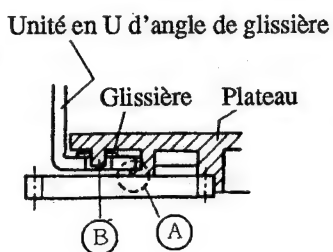

Figure 13
5. Installer la section d'emboîtement du plateau, de façon qu'elle s'emboîte sur l'unité en U d'angle de glissière, comme illustré à la Figure 13, et insérer la partie saillante B du plateau dans le trou de la glissière. En même temps, engrener le pignon de synchronisation avec la section d'engrenage du plateau.